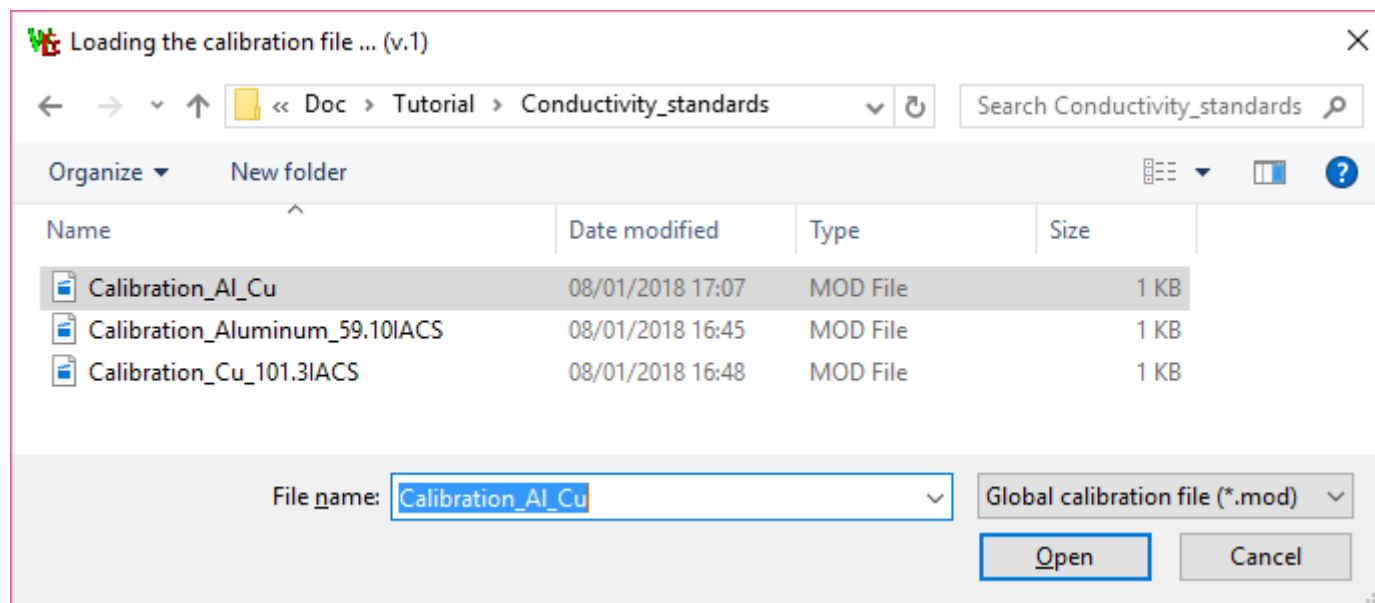

Figure 24 – Chargement des fichiers d'étalonnage
5. Figure 24 et 25 montrent l'onglet « Application » et les différents indicateurs, graphiques et commandes.